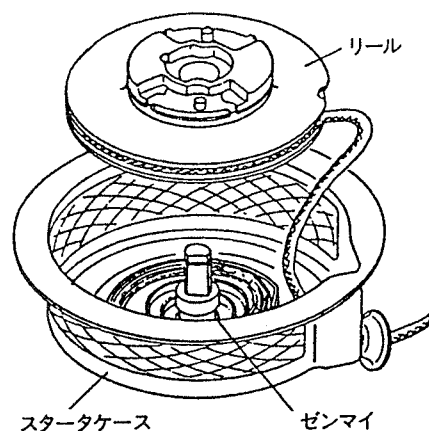

Fig 12-3
(4) Fig 12-3のようにスタータケースよりリールを取り出して下さい。